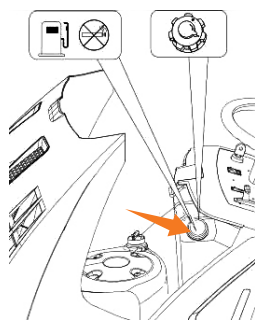

Рис. 18
- Откиньте вперед крышку двигателя (капот) (Рис. 18).